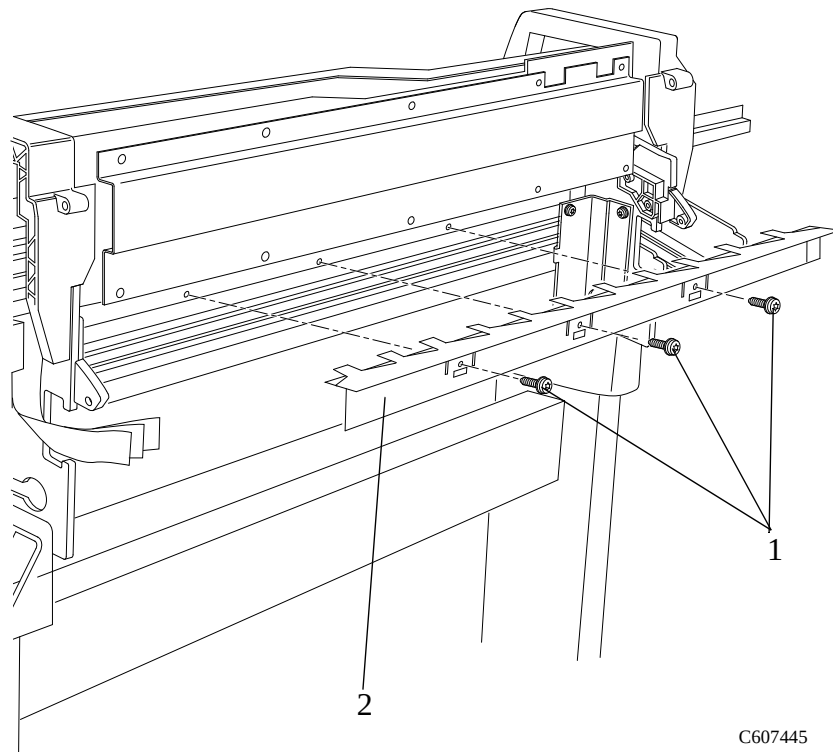

Figura 76: Faixa do Aparador da Mídia
Consulte a Figura 76.
2. Remova os três parafusos T-15 (item 1) que prendem a Faixa do Aparador da Mídia (item 2) à Guia do Rolo (consulte a Figura 76).